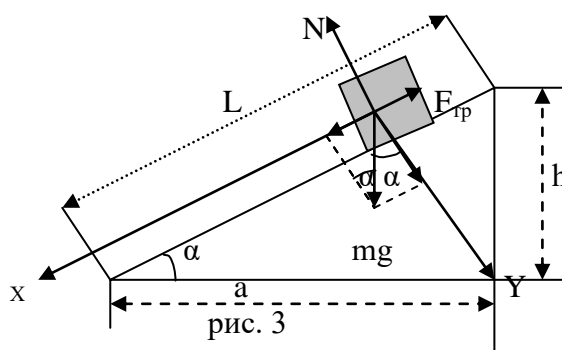

рис. 3
линейке (рис. 3). В этот момент линейка образует угол α с горизонталью, а сумма сил на оси X и Y, действующих на тело, будет равна нулю:
2. На один из концов линейки поместите брусок с одним грузом и медленно приподнимите его (см. рис. 3). Измерьте высоту подъема h конца линейки, когда при небольшом толчке брусок начинает скользить вниз равномерно: $h = \dots$ (пусть $\Delta h = 1 \text{ см}$)
3. Вычислите коэффициент трения по формуле (5). $\mu = \dots$